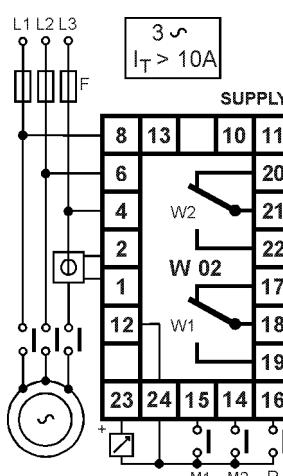

Fig. 9
Seguire lo schema di fig. 9
- b) Se It è maggiore di 10A si deve usare un riduttore di corrente (TA)..../5 oppure/1 (schema di fig.9).
Follow diagramme of fig. 9
b) If I_p is higher than 10A it is requested a current transformer (CT) .../5A or/1A (fig.9).
Il collegamento si esegue secondo fig.9.